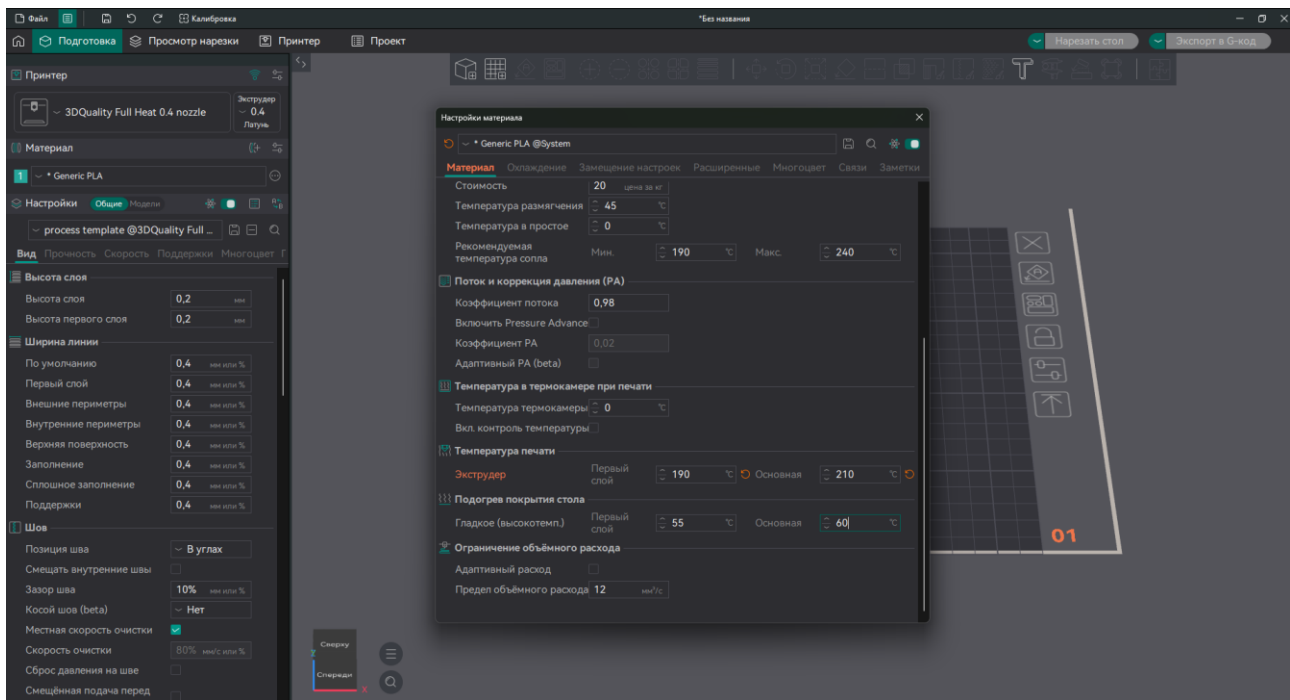

Рис. 24. Настройка филамента
- охлаждение: включено (100 % после 1-го слоя) (Рис. 24)